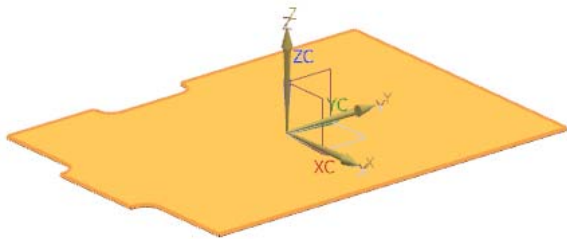

图 5-32 选择草图工作平面
(2) 在“法向除料”对话框中, 单击“绘制截面”按钮, 打开“创建草图”对话框。在视图区选择草图工作平面, 如图 5-32 所示。